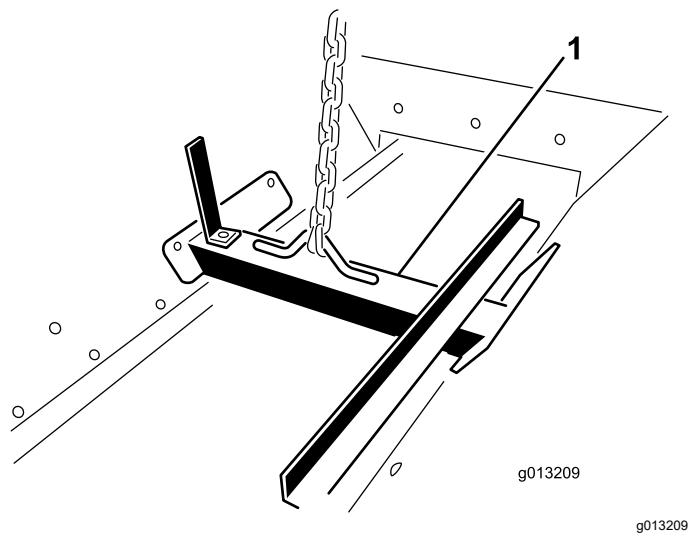

Figure 16
- Fixez un dispositif de levage au support de levage boulonné à l'intérieur de la trémie (Figure 16).